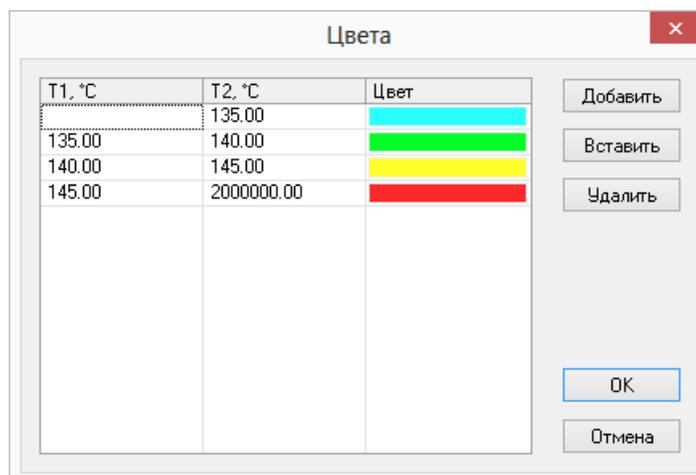

Рисунок 23.4. Настройка цветов для окраски
6. В появившемся окне задать значения параметров T2, (T1 заполняется автоматически) и указать соответствующий этому диапазону значений цвет окраски, (см. Рисунок 23.4, «Настройка цветов для окраски»).